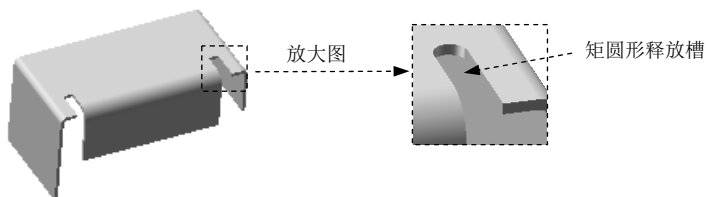

图 10.2.32 矩圆形释放槽
(2) 在附加钣金壁的连接处，将主壁材料切割成矩圆形缺口构建的释放槽为矩圆形释放槽，如图 10.2.32 所示。